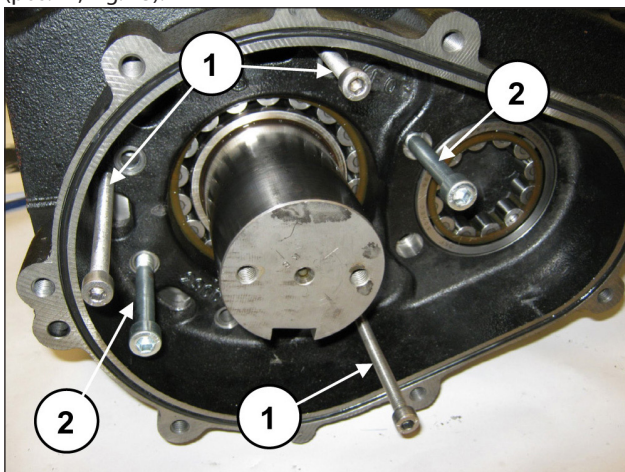

Fig. 23
Colocar 3 tornillos prisioneros o tornillos roscados M8 (pos. ①, Fig. 23) para utilizarlos como extractores, en los orificios correspondientes y dos tornillos M10 lo suficientemente largos para utilizarlos como soporte de la caja del reductor (pos. ②, Fig. 23).